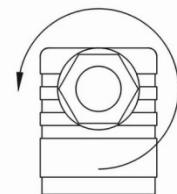

Abb. 9
- ↪ Lösen Sie die Kabelverschraubung ⑤ M16x1,5 (→ Abb. 9).